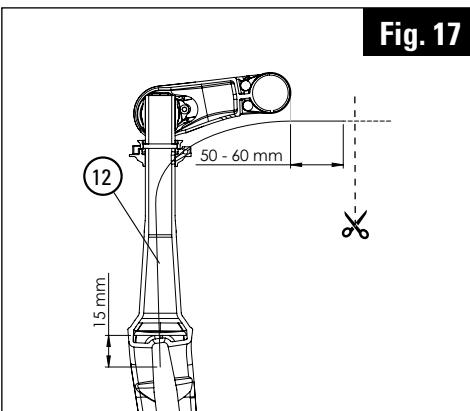

Fig. 17
2/ Passez la gaine ⑫ dans le pivot de fourche. Ressortir la gaine entre les branches de la fourche d'environ 15mm voir (Fig.17). Couper la gaine entre 95mm et 105mm voir (Fig.17).